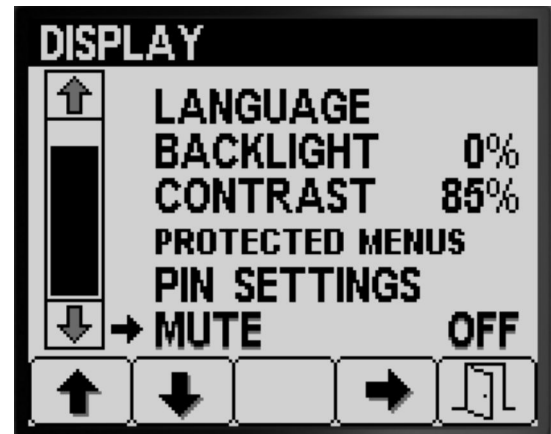

Figure 31
2. Appuyez sur le bouton 4 pour ACTIVER ou DÉACTIVER l'indicateur de sourdine (Figure 31).
3. Appuyez sur le bouton 5 pour enregistrer le réglage, quitter l'écran SOURDINE et retourner à l'écran RÉGLAGES (Figure 31).